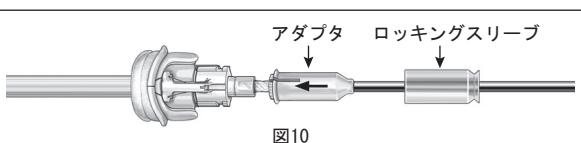

図10
13. 齒車状になっているアダプタが、受け側の歯車状であるホルダー内でうまくおさまるまで、デリバリーシステムのバルーンを弁のホルダー内へ挿入します。歯車の形を一致させるためには、わずかに回転させることが必要な場合もあります（図10）。